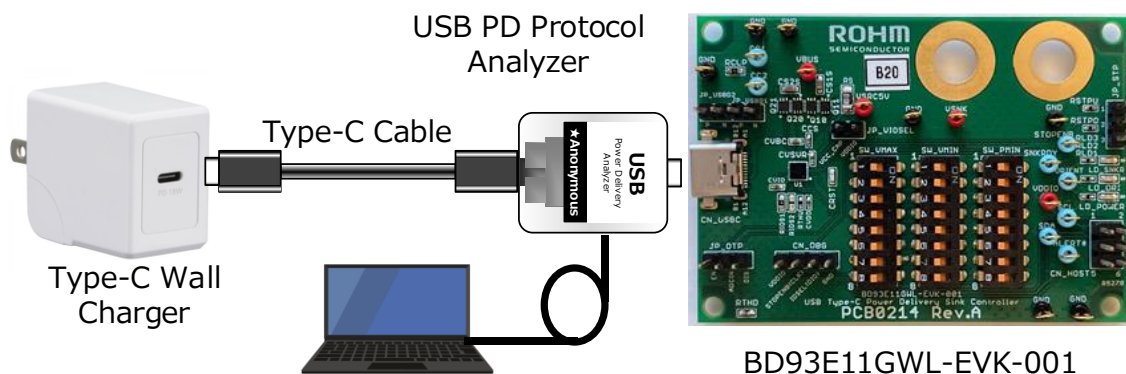

Figure 8. プロトコルアナライザによる解析系の接続例
1. アダプタ等の Source 機器を準備し、ケーブルを介して EVK の Type-C Receptacle に接続します。CC 信号上で行われる詳細なトランザクションを確認したい場合は Figure 8 の様に USB Type-C/PD プロトコルアナライザを Source 機器と EVK の間に挿入します。